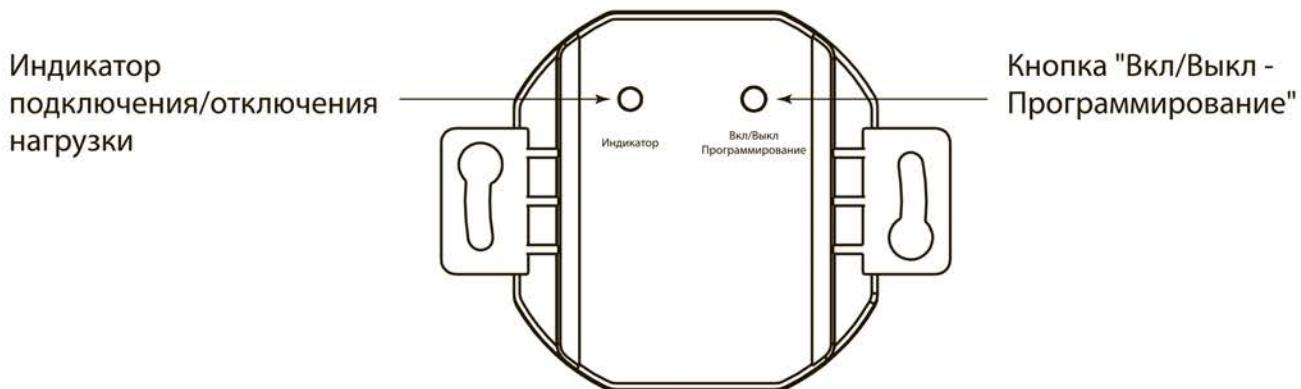

Рисунок 4. Внешний вид приемника M1
6.3. Для подключения приемника M1 к передатчику его нужно перевести в режим программирования. Для этого необходимо нажать и удерживать кнопку «Вкл/Выкл – Программирование» более 1 секунды (рисунок 4) при этом начинает моргать светодиод слева.